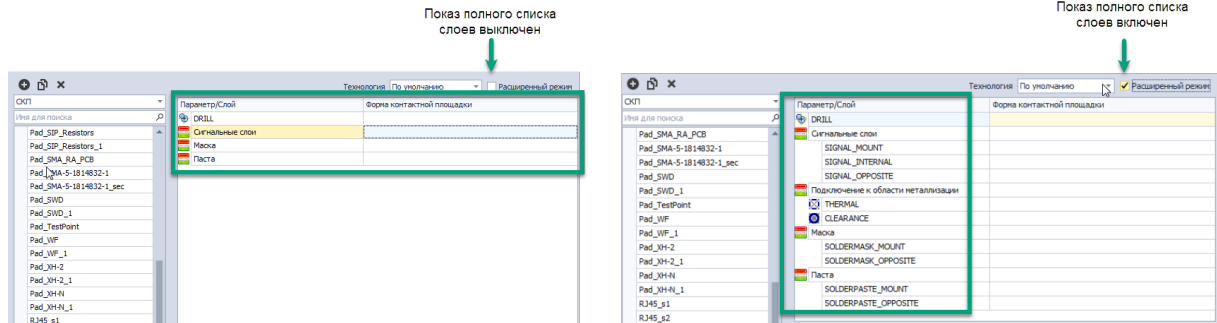

Рис. 49 Слои контактной площадки
1. Выбрать необходимый слой в списке слоев контактных площадок (например, «сигнальные слои»), см. Рис. 49.